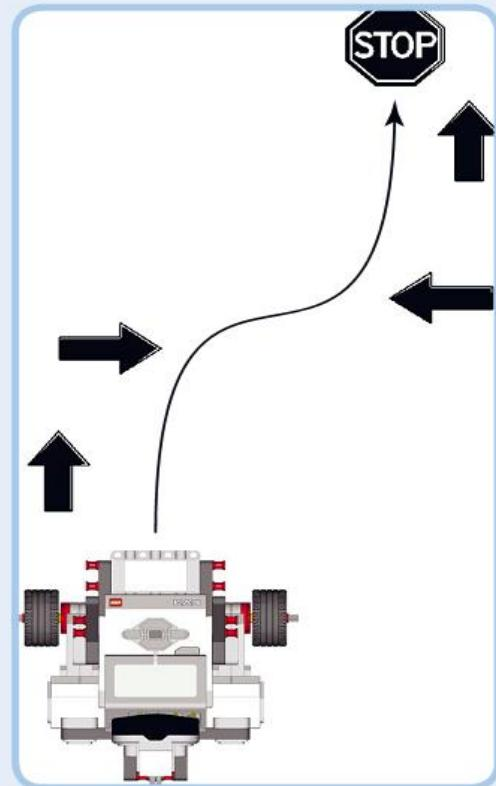

Рис. 4.21. Траектория движения и знаки, указывающие направление движения, для практикума № 12
Разработайте программу на основе блоков **Рулевое управление** (Move Steering), которая задаст траекторию движения EXPLOR3R, изображенную на рис. 4.21. Во время движения робот должен отображать стрелки на экране модуля EV3, показывающие, куда он движется. Закончив, он должен отобразить знак «Стоп». В дополнение к отображению робот должен озвучивать направление, в котором он движется. Как вы настроите параметр **Тип воспроизведения** (Play Type) блоков **Звук** (Sound)?
**СОВЕТ** Все знаки, указывающие направление, которые изображены на рис. 4.21, вы можете найти в разделе **Информация** (Information) раскрывающегося списка **Имя файла** (File Name) блока **Экран** (Display).